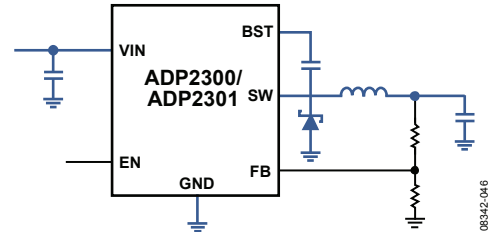

図 49. 大電流パターンを青色で示した代表的なアプリケーション回路
- 大電流ループ・パターンをできるだけ太く短くします。大電流の経路を図 49に示します。